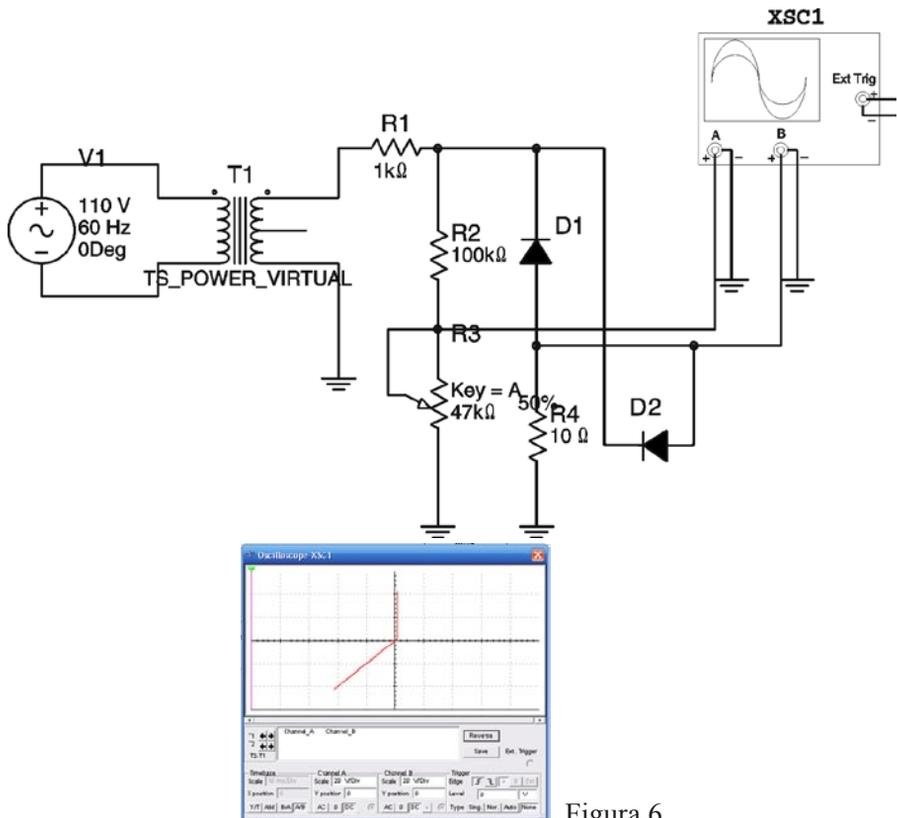

Figura 6
Na figura 6 temos o arranjo para a realização desse teste, simulado no Electronics Workbench, com as curvas obtidas no osciloscópio virtual para um diodo comum em bom estado. Esse teste permite também saber se um diodo é de germânio, silício ou ainda um diodo zener.
a) Ajuste o osciloscópio para operar com sincronismo externo (H) ou eixo X (EXT) – X/Y ou A/B - e um ganho vertical que permita visualizar uma tensão máxima da ordem de 20 V. (10 V/div, por exemplo)
b) Ajuste a imagem para que ela fique como o mostrado na figura 6(b) que corresponde a um diodo em bom estado.